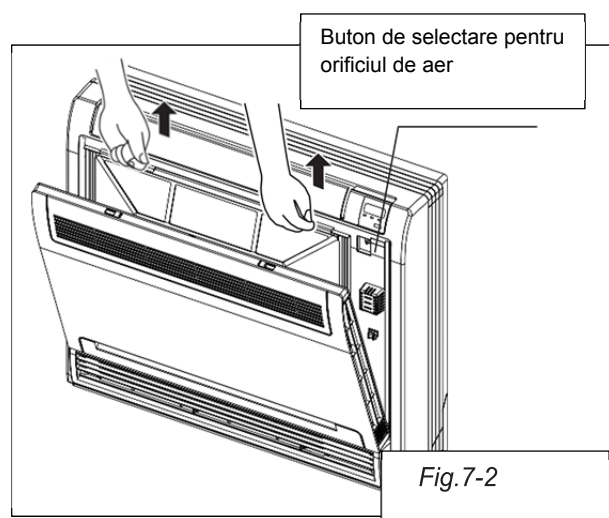

Fig.7-2
- Selectați fluxul de aer în funcție de necesitate (vezi Fig. 7-2 cu privire la poziție)
Apăsați ușor în jos pe clemele de prindere din partea dreaptă și stângă a filtrului de aer, apoi trageți în sus. Vezi Fig.7-2)